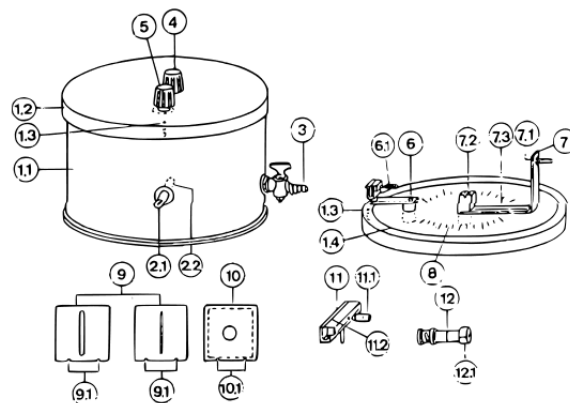
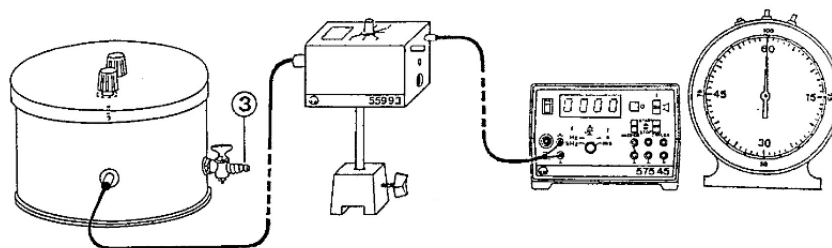

Abbildung 1: Schematischer Aufbau des Streukammer
Abbildung 2: Schematischer Aufbau des Versuchsaufbaus
Für den Versuch wird eine Rutherford-Streukammer verwendet, eine schematische Skizze ist in Abb. 1 zu sehen. Die Streukammer besteht aus einer Vakuumkammer, mit durchsichtigem Deckel. Ein Barometer, ein Belüftungsventil und ein Ventil mit Anschluss an die Vakuumpumpe sind an den Absperrhahn (3) angeschlossen. Der Halbleiterdetektor mit Kollimator (12,12.1) ist von innen an einer BNC-Buchse (2.1) montiert. Von außen ist ein Vorverstärker angeschlossen, die Daten werden von einem Digitalzähler, der an einen Computer angeschlossen ist ausgelesen (siehe Abb. 2). Der Deckel der Streukammer hat einen Schwenkarm (7), an dem das ^{241}Am -Präparat (7.1), verschiedene Rahmen mit Spaltkollimatoren (9) und Metallfolien (10) angebracht werden können. Über einen Knopf (4) ist der Schwenkarm drehbar, der Winkel ist dabei über eine Skala (8) ablesbar. Zur Verfügung stehen Spalte mit 1m und 5mm Breite sowie eine Goldfolie mit $2\mu\text{m}$ und eine Aluminiumfolie mit $7\mu\text{m}$ Dicke.